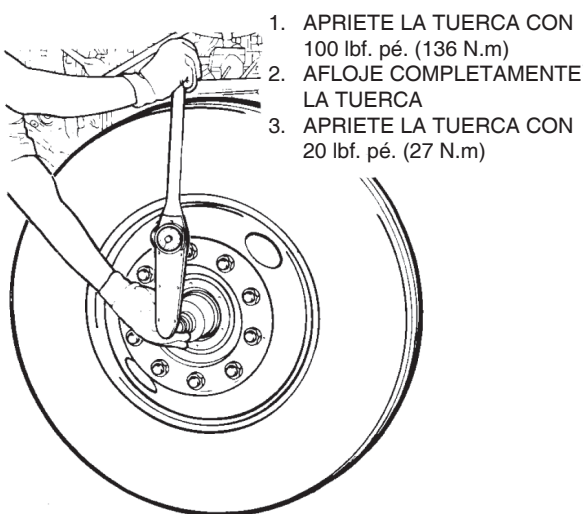

Figura 23
- a. Retorne la tuerca de ajuste en 1/8 de vuelta. Figura 23.
- a. Retorne la tuerca de ajuste en 1/3 de vuelta. Figura 23.